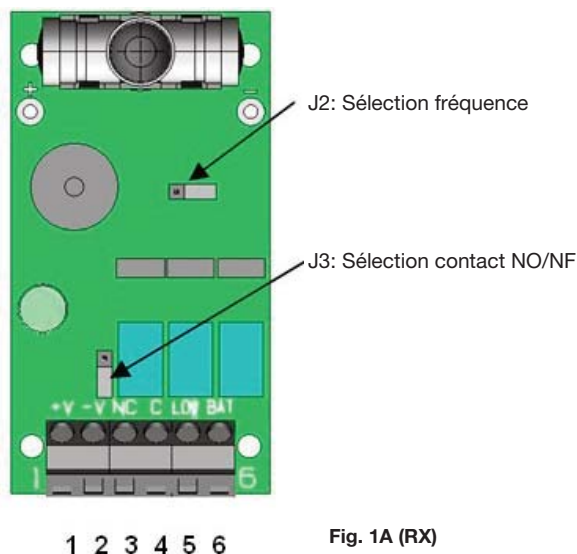

Fig. 1A (RX)
- Choisir la même fréquence de fonctionnement sur le récepteur et sur l'émetteur à l'aide des cavaliers prévus à cet effet (J2, fig. 1A et 1B):